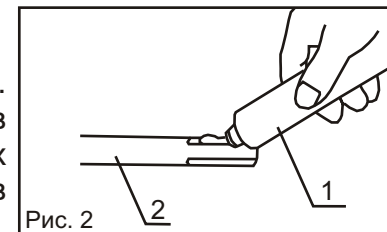

Рис. 2
7.1 Установка и удаление долота (Рис. 2, 3, 4)